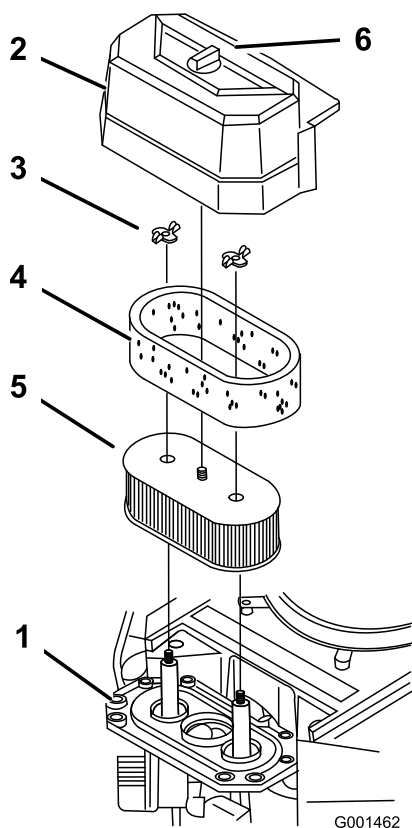

Figure 29
3. Nettoyez la surface autour du filtre à air pour éviter que des impuretés n'endommagent le moteur en tombant à l'intérieur (Figure 29).
4. Dévissez le bouton du couvercle et déposez le couvercle du filtre à air (Figure 29).
5. Dévissez les 2 écrous à oreilles et déposez l'ensemble filtre à air (Figure 29).
6. Sortez délicatement l'élément en mousse de l'élément en papier (Figure 29).
1. Ne nettoyez pas l'élément en papier. Remplacez-le toutes les 200 heures de fonctionnement (Figure 29).
1. Glissez délicatement l'élément en mousse sur l'élément en papier (Figure 29).
2. Posez l'ensemble filtre à air sur sa base et fixez-le en place avec les 2 écrous à oreilles (Figure 29).
3. Mettez le couvercle du filtre en place et serrez le bouton (Figure 29).